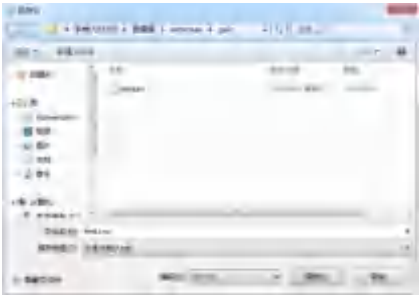

图3-141 存储格式
- b. 文件保存格式：CSV，（如：test.csv）；文件另存为.csv 格式，编码方式：UTF-8；如图 3-141 所示：